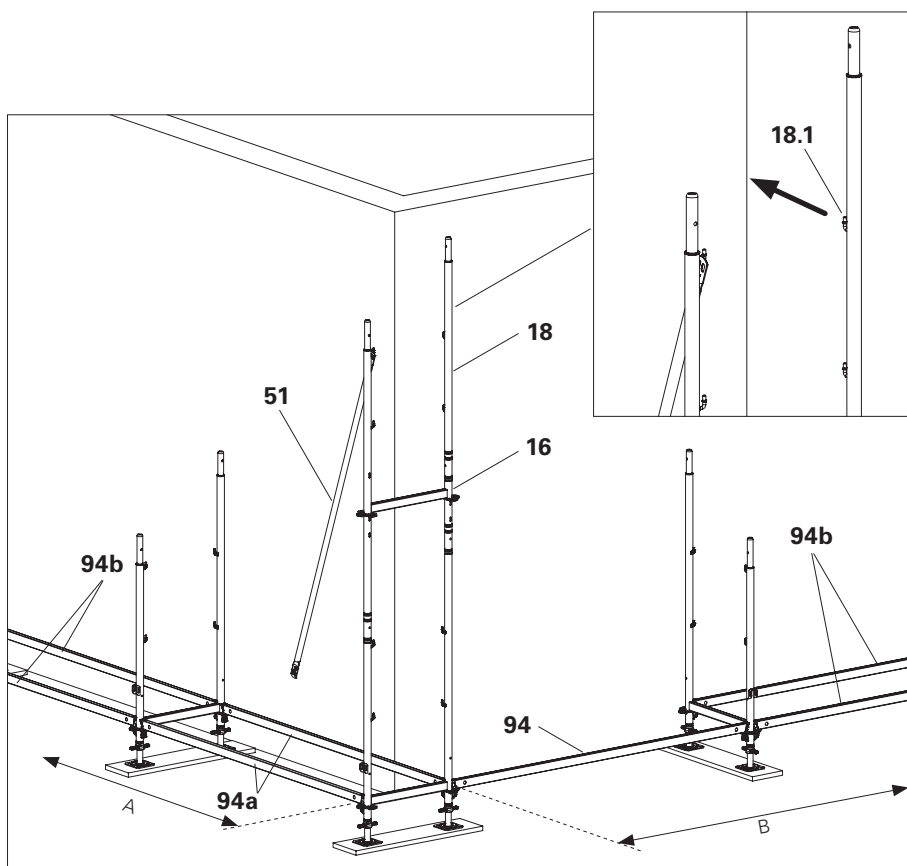

Bild B6.01
2. Montera två horisontalbalkar UH Plus (94a) i det genomgående ställningsfacket (A). Slå fast kilar.
3. Anslut nästa ställningsfack (B) med en horisontalbalk (94).
5. Sätt på spira EVR 150 (18) tillsammans med Easy-ram EVF (16). Räckkroken (18.1) på spira EVR 150 (18) pekar inåt, i den genomgående ställningens riktning.
6. Haka fast stolpräcket (51). (Bild B6.01)